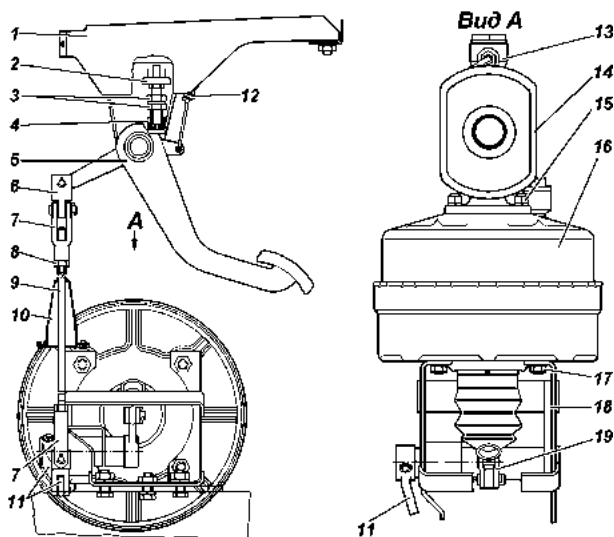

Рис. 9.32. Привод главного тормозного цилиндра:
Уровень тормозной жидкости в бачке 14 (рис. 9.32) проверяется визуально по меткам, нанесенным на корпусе бачка, выполненного из полупрозрачной пластмассы.
**Регулировку свободного хода педали** проводить изменением длины вертикальной тяги 9 (рис. 9.32) привода. Полный ход педали тормоза 200 мм. Свободный ход педали должен быть 5-14 мм.